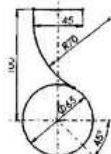

图 2-21 绘制相切圆弧
(4) 单击草图工具栏中的 (3 点圆弧) 工具, 以直线的左端点和圆 1 的边线为起点完成如图 2-21 所示的圆弧 1 的绘制。然后定义圆弧 1 与圆 1 的“相切”几何关系, 并定义圆弧 1 的半径尺寸使形体处于完全定义的状态。